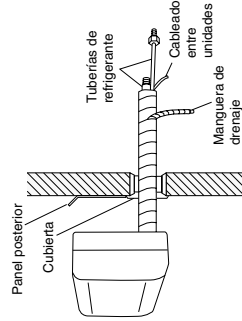

Fig. 3-31
- (1) Dé forma a los tubos de refrigerante de manera que puedan entrar fácilmente por el orificio de la pared. (Fig. 3-31)